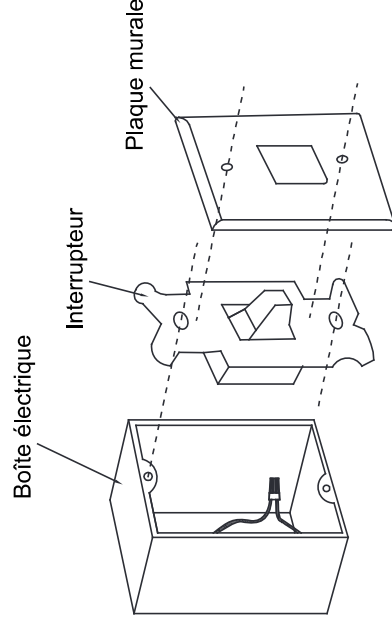

Fig. 17
Étape 1. Retirer la plaque murale et l'interrupteur existants du boîtier électrique mural. Connecter les fils NOIR (Courant) ensemble à l'aide d'un écrou à fils et les replacer dans le boîtier électrique (**Fig. 17**) ou choisissez un nouvel emplacement avec un nouveau boîtier électrique mural.